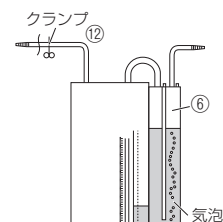

図4
- a. 連結チューブ⑭のコネクターと連結チューブの差込口④の接続は確実にされているか。
- b. 使用していない連結チューブの差込口④'はキャップ③で閉じられているか。
- 3) 胸腔ドレーン接続チューブ⑫をチューブ鉗子などでクランプする。吸引を続けると水封室（青色）内の気泡が徐々になくなり、吸引圧制御ボトル⑥水中（黄色）に気泡が発生する。気泡が断続的に出るように吸引量を調節する。（図4）